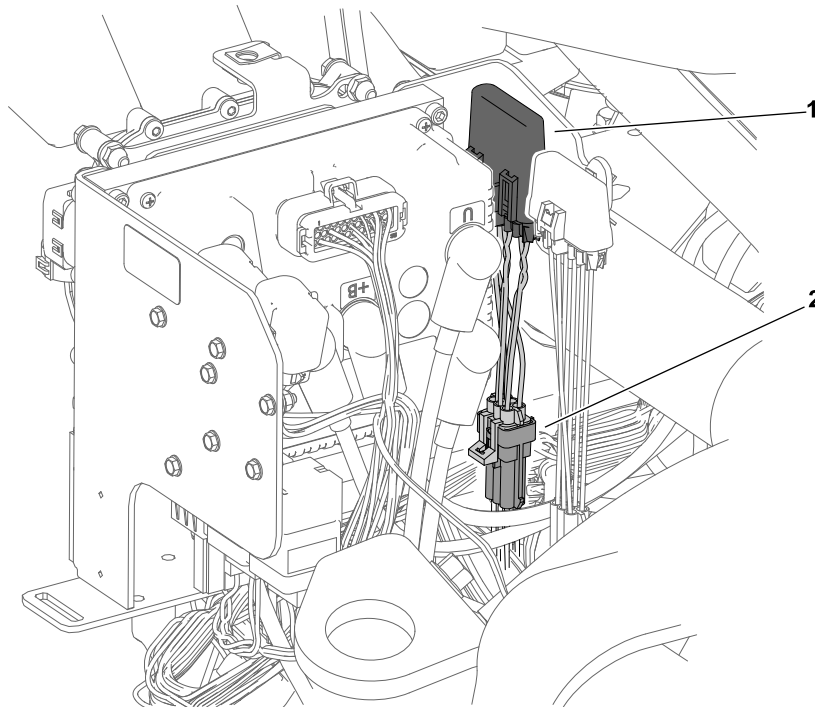

**Figur 44**
2. Fjern dioden fra ledningsnetstikket med mærket P09 (Figur 43), og monter fastgørelseshætten på stikket (Figur 44).